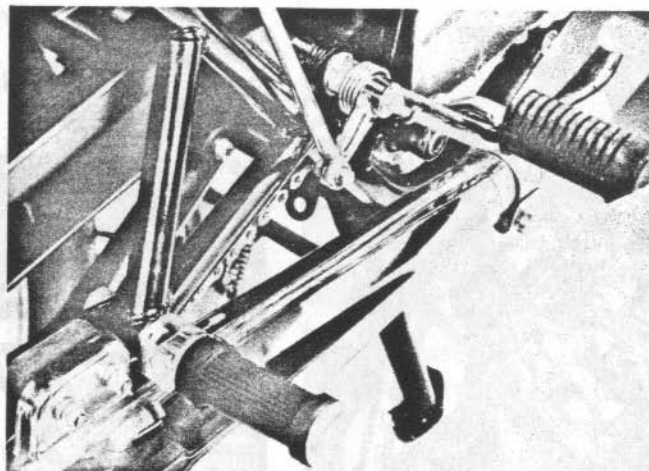

Fig. 23
- 3) Svitare i dadi di fissaggio delle pedane posteriori che serrano anche i silenziatori (Fig. 23).
- 3) Undo the nuts that secure the pillion rider's footrests and the silencers to the frame (Fig. 23).